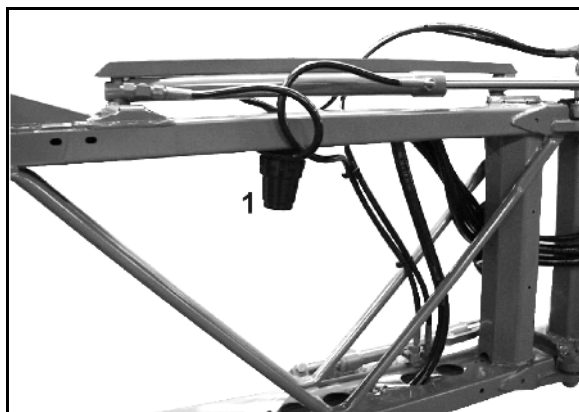

Fig. 176
- Limpe os filtros de tubo (Fig. 176/1).